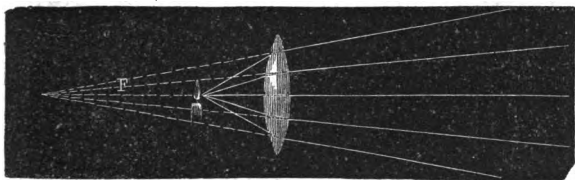

Fig. 135. Andamento dei raggi luminosi in una lente biconvessa (fuoco virtuale).
4.^o Accostiamo ora il punto luminoso alla lente, in guisa che la distanza fra questa ed il punto luminoso sia *minore* della distanza focale (fig. 135), ove la lettera F indica come nelle precedenti (133 e 134) la posizione del fuoco principale. Vedremo che in tal caso i raggi luminosi, rifrangendosi pur sempre, tanto entrando quanto uscendo dalla lente, avranno poi una direzione fra loro divergente, ovvero si scosteranno reciprocamente tanto più, quanto più si allontaneranno dalla lente, per conseguenza non sarà possibile